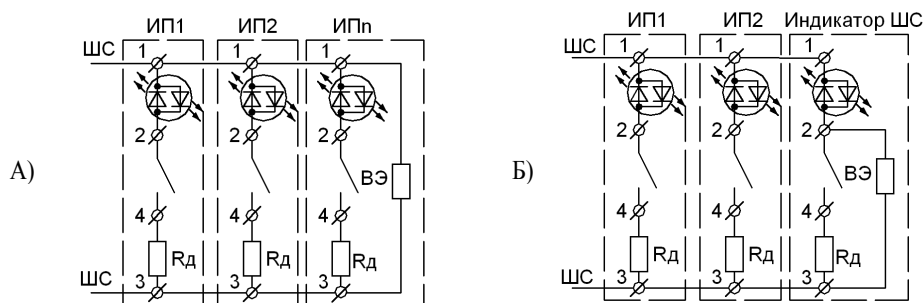

Рис. 2. Варианты включения извещателя с **закрывающимся контактом** в шлейф сигнализации приемно-контрольного прибора:
Клеммы «3» и «4» служат для подключения при монтаже извещателя на объекте дополнительного резистора R д (в каждом извещателе), а между клеммами «1» и «3» может быть включен выносной элемент (резистор Rв, диодно-резистивная цепочка и т.п.) - в последнем извещателе шлейфа. (см. рис. 2А).
Конструкция извещателя «МАК-1» исп. 011* (он же-ИБ) позволяет использовать его также и в качестве устройства визуального контроля исправного состояния всего шлейфа сигнализации или в качестве стандартного ВУОС для контроля состояния дымовых и комбинированных пожарных извещателей типа «ИДТ-2», «ДИП-3М» или аналогичных им токопотребляющих (активных) пожарных извещателей (см. рис. 2Б):
3.1 В извещателе, предварительно проверенном на отсутствие механических повреждений пластмассовых деталей, выводов оптического индикатора и стоек термочувствительного элемента, при его монтаже на объекте монтируют дополнительные элементы: к клеммам «3» и «4» извещателя подключают дополнительный резистор R д, ограничивающий ток через замкнувшиеся контакты температурного реле сработавшего извещателя (в каждом извещателе), а к клеммам «1» и «3» подключают выносной элемент (ВЭ) шлейфа сигнализации приемно-контрольного прибора - в последнем извещателе шлейфа. (см. рис. 2А). При этом, если необходимо иметь возможность постоянного визуального контроля исправного состояния шлейфа по всей его длине, указанный ВЭ подключают к клеммам «2» и «3» дополнительного извещателя, установленного в конце ШС (см. рис. 2Б).